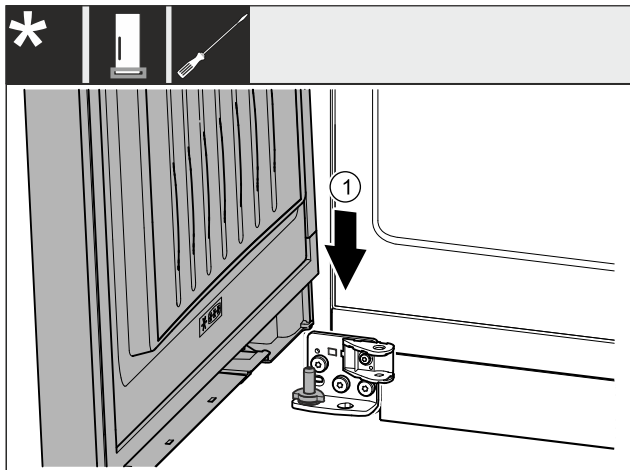

Fig. 30
- ▶ Sätt dörren uppifrån på den undre lagerbulten. Fig. 30 (1)